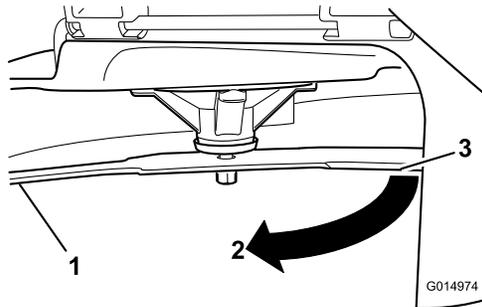

Figure 97
3. Seconde distance mesurée entre la lame et la surface (B)
4. Tournez la même lame de 180 degrés pour amener l'autre tranchant à la même position (Figure 97).